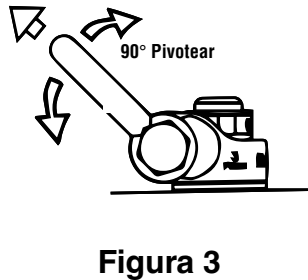

Figura 3
- Enganche el dispositivo de izaje asegurándose de que se ajuste libremente al aro del cáncamo (ver Figura 3).
- El cáncamo debe girar a su posición normal de operación con el grillete alineado con la carga como se muestra en Figura 3. Si el grillete está orientado como se indica en Figura 4, **NO LEVANTE.**
- ASTM A-563 (A) Grado D Hexagonal Guesa (B) Grado DH Hexagonal estándar